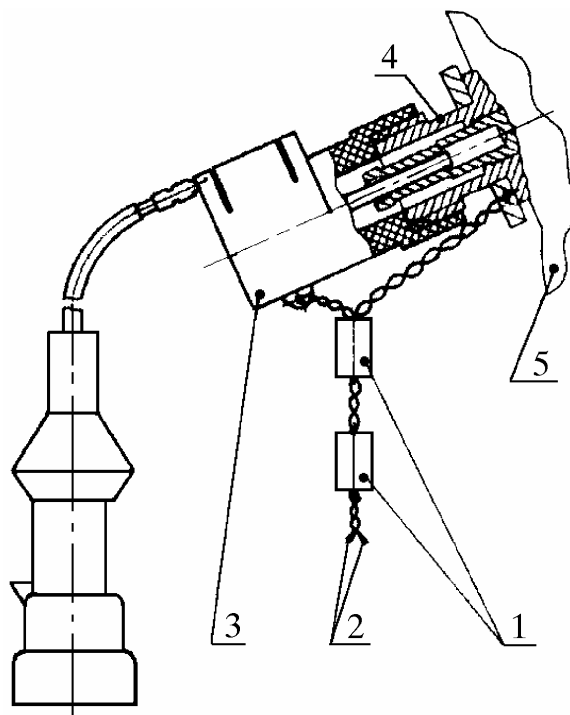

Рис. 7. Отсоединение датчика скорости от коробки перемены передач:
7.1.2. Очистить от пыли и грязи соединительные разъемы проводов и датчик 4 (рис. 7) скорости комбинации приборов